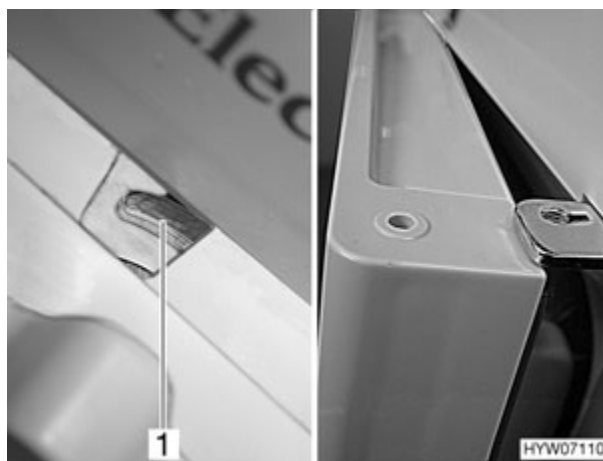

Fig. 127 Porte du réfrigérateur en position de ventilation (variante 4)
- Fixer la porte du réfrigérateur à l'aide de l'arrêtoir de porte (Fig. 127,1). La porte du réfrigérateur reste ainsi légèrement ouverte (Fig. 127).